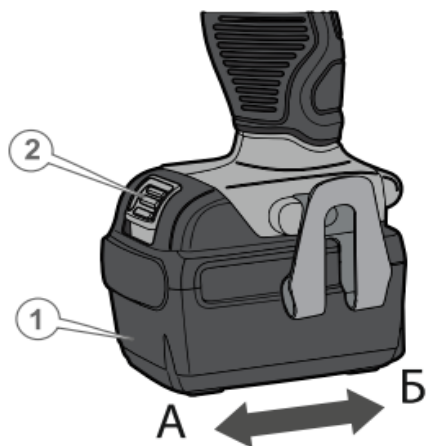

Рисунок 3. Схема встановлення/зняття АКБ.
5.1.7 Встановлення та зняття акумуляторних батарей (рис. 3).
Перед встановленням або зняттям акумуляторних батарей (2, рис.3) завжди блокувати пускову клавішу від випадкового пуску.
Не рекомендовано докладати надмірних зусиль під час встановлення акумулятора. Якщо акумуляторна батарея під'єднується із зусиллям, це означає, що встановлення виконується неправильно або в пази корпусу потрапив сторонній предмет, наприклад, залишки листа. Щоб зняти акумуляторні батареї, по чергово злегка натиснути на кнопку фіксації АКБ (1, рис. 3) батареї та, не відпускаючи кнопку, із невеликим зусиллям потягнути акумулятор із місця встановлення, щоб вийняти АКБ.